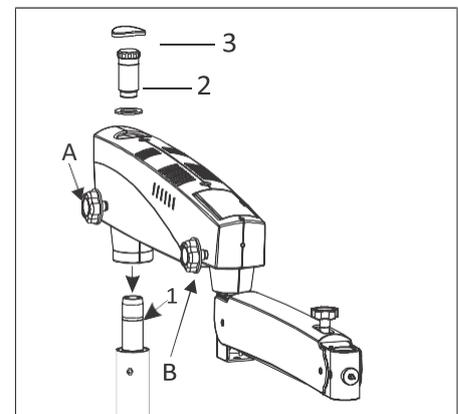

Fig.3
Récupérez le bras pivotant et l'ensemble bras de suspension de la boîte d'emballage et suivez les instructions ci-dessous (voir fig. 3).
Installez l'ensemble bras pivotant sur l'arbre vertical de maintien (1) comme indiqué à la fig. 3.